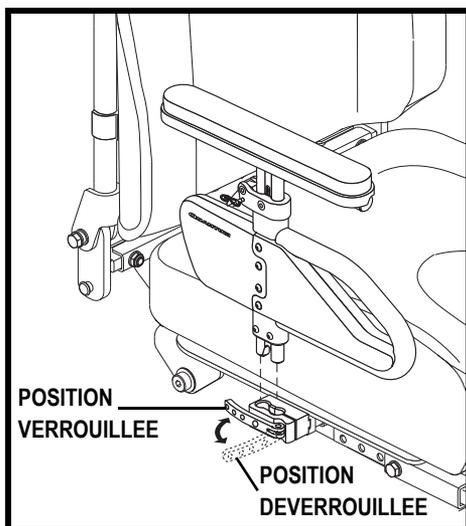
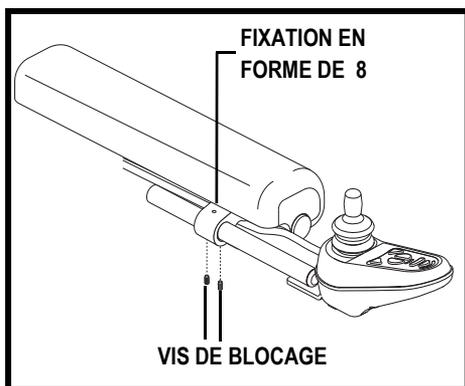

Figure 8. Installation/enlèvement d'accoudoir
Figure 14. Position du contrôleur (Fixation en forme de 8 montrée)
1. Tournez le levier de blocage vers l'avant. **Voir la figure 8.**
1. Placez l'accoudoir dans le réceptacle de verrouillage. **Voir la figure 8.**
4. Desserrez la vis à tête ronde de la fixation en forme de figure 8 située sur l'accoudoir. **Voir la figure 14.**
8. Resserrez les vis à tête ronde pour fixer le levier d'inclinaison dans la fixation en forme de 8. **Voir la figure 14.**
10. Resserrez les vis à tête ronde pour fixer le contrôleur dans la fixation en forme de 8. **Voir la figure 14.**